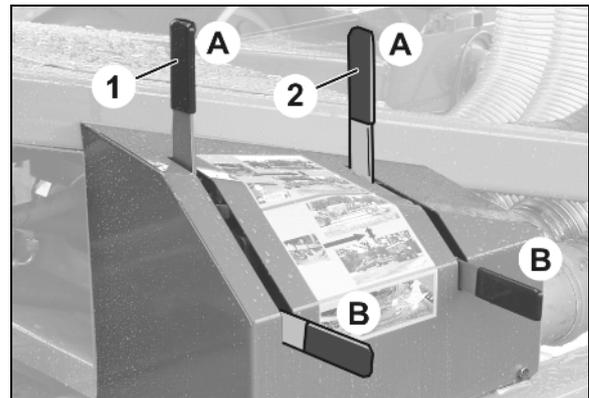

Fig. 110
1. Réglez le levier manuel hydraulique (Fig. 110)